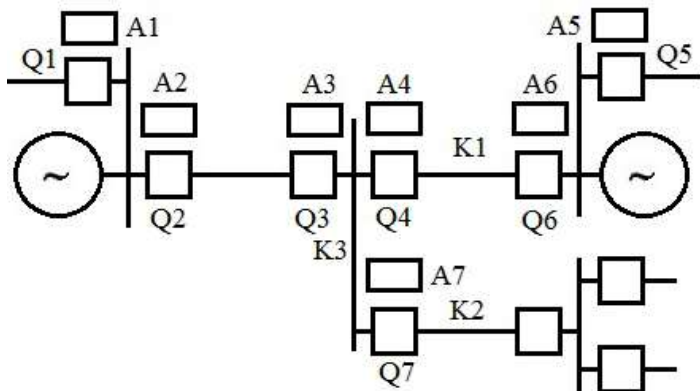

Рис. 3.2
4. В сети, показанной на рис. 3.2, установлены максимальные токовые направленные защиты, имеющие следующие выдержки времени: t_1 – у защиты A1, t_2 – у защиты A2 и.т. Выключатели имеют время отключения $t_{ов}$. Произошло КЗ в мертвой зоне реле направления мощности защит на выключателях Q3 и Q4 (в точке К1). С какой выдержкой времени было отключено КЗ?
9. В сети, показанной на рис. 3.2, установлены максимальные токовые направленные защиты, имеющие следующие выдержки времени: t_1 – у защиты А1, t_2 – у защиты А2 и т.д. Выключатели имеют время отключения $t_{\text{ОВ}}$. Произошло КЗ в точке К2, а защита А7 отказала в действии (была неисправна). С какой выдержкой времени было отключено КЗ?
14. В сети, показанной на рис. 3.2, установлены максимальные токовые направленные защиты, имеющие следующие выдержки времени: t_1 – у защиты А1, t_2 – у защиты А2 и т. Выключатели имеют время отключения $t_{\text{ОВ}}$. Произошло КЗ в точке КЗ. С какой выдержкой времени было отключено КЗ?
29. В сети, показанной на рис. 3.2, установлены максимальные токовые направленные защиты, имеющие следующие выдержки времени: t_1 – у защиты А1, t_2 – у защиты А2 и т. Выключатели имеют время отключения $t_{ов}$. Произошло КЗ на линии БВ за пределами мертвых зон защит, но защита А4 оказалась неисправной (не действовала). С какой выдержкой времени было отключено короткое замыкание?